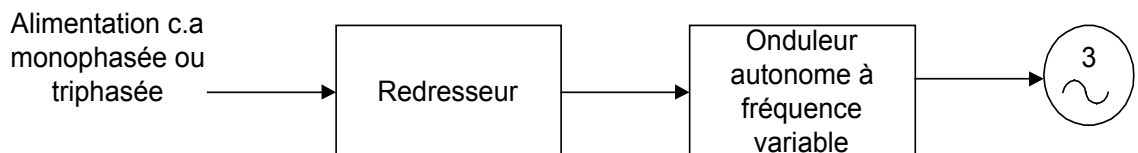

FIGURE 1.5 ONDULEUR AUTONOME À FRÉQUENCE VARIABLE
- d'**onduleurs autonomes** à fréquence variable (Figure 1.5) ;